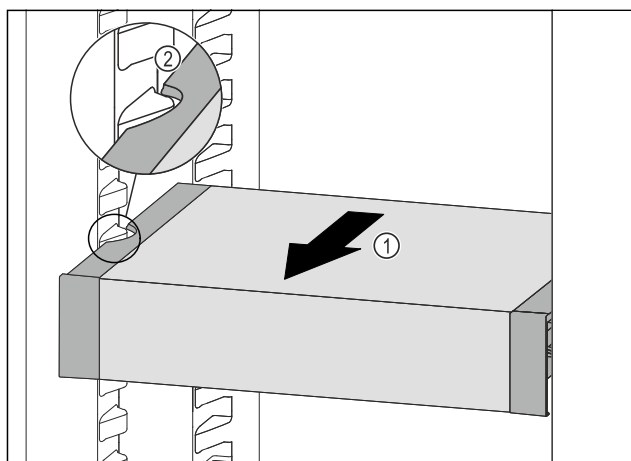

Fig. 136
- Tirer le VarioSafe vers l'avant Fig. 136 (1) jusqu'à ce que les encoches latérales du VarioSafe se trouvent au niveau de la nervure du bac dans la partie réfrigérateur. Fig. 136 (2)